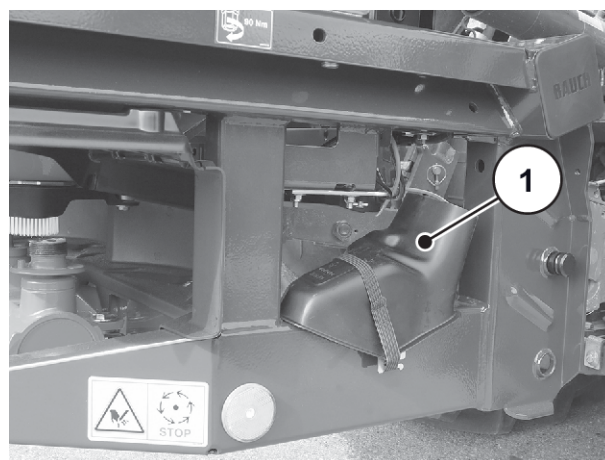

Fig. 33: Glidbanans läge
- Tillhandahåll en glidbana för utmatningsprovet. Se *Fig. 33 Glidbanans läge*